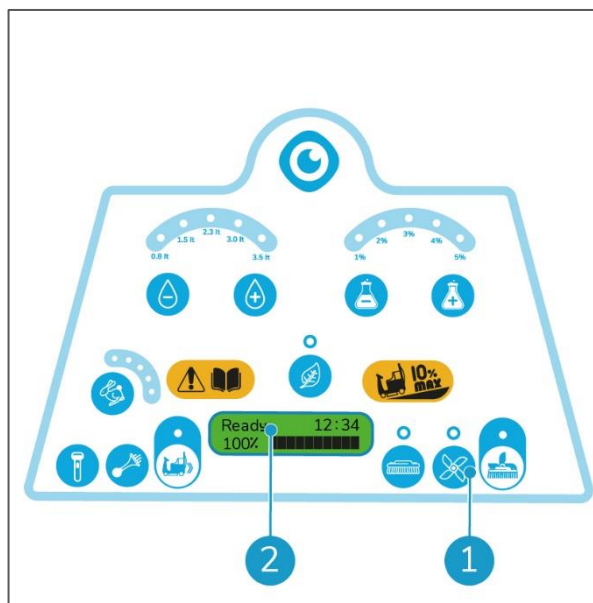

Figura 32
2. Gira la llave de encendido a la posición "I". Después de unos segundos, aparece "Ready" (Listo) en la pantalla (Figura 32, pos. 2).
3. Oprime el botón pulsador (Figura 32, pos. 1). El escurridor se mueve a su posición más baja.
10. Después de unos segundos, aparece "Ready" (Listo) en la pantalla (Figura 32, pos. 2).